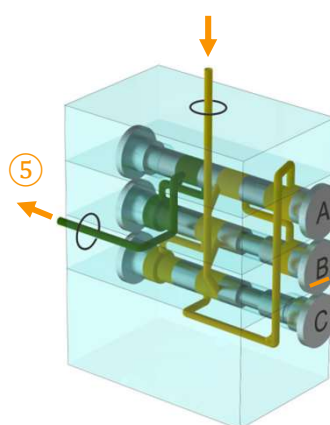
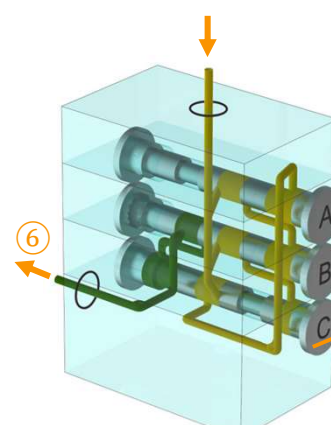

Abb. 9.5 E
Abb. 9.6 F
Anschließend werden die Förderkolben B und C verschoben und Schmierstoff zu den Auslässen ⑤ (Abb. 9.5) und ⑥ (Abb. 9.6) gefördert.